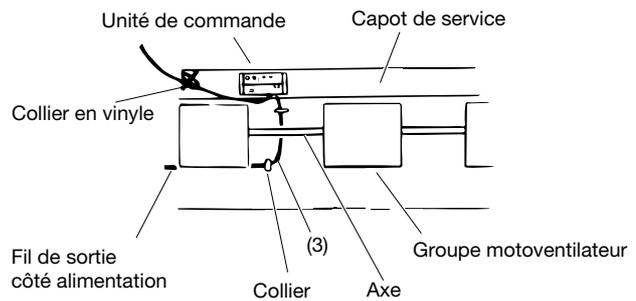

Fig. 3-19
3. Faites passer le fil de sortie par-dessus l'axe (côté plafond) et fixez-le en veillant à ce qu'il prenne la forme correcte (fil de sortie côté alimentation.) (Fig. 3-19)